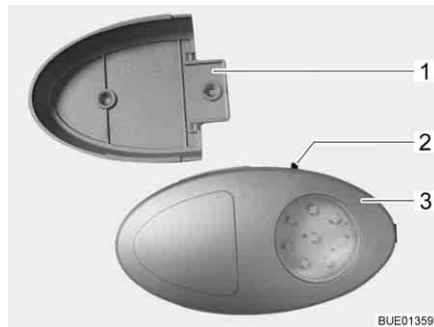

Bild 67 Klädskåpslampa
- ▷ Klädskåpslampan kan dras ut från skruvhållaren (Bild 67,1) och användas som ficklampa.
På-/av-brytaren (Bild 67,2) sitter direkt på klädskåpslampan (Bild 67,3).